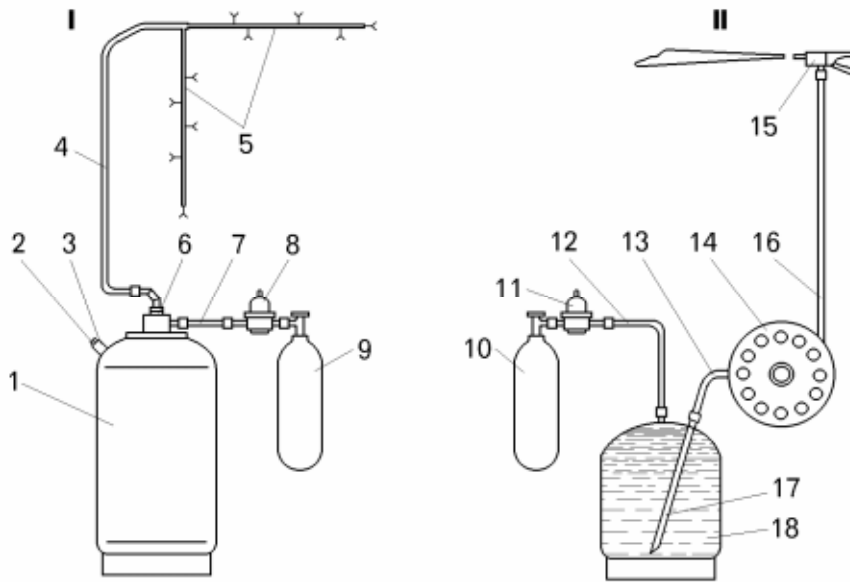
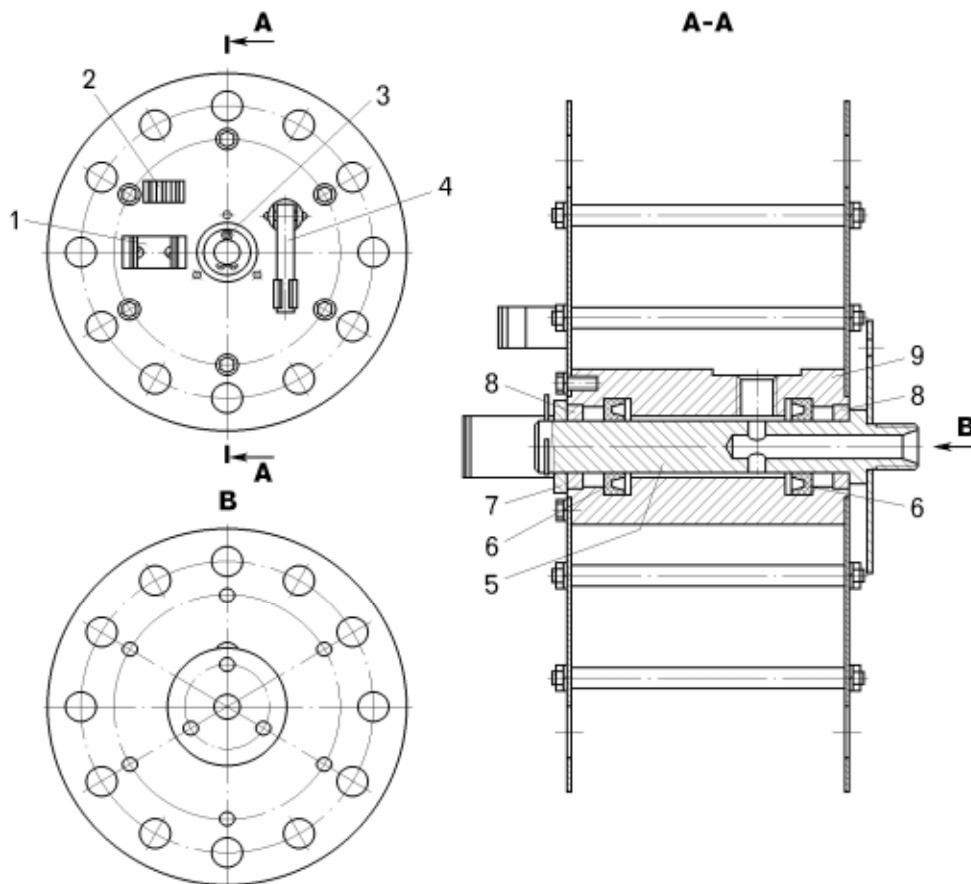

Рисунок 16.1 — Система комбинированного пожаротушения:
Рисунок 16.3 — Барабан растворной линии:
Система пожаротушения состоит из двух независимых линий – порошковой I (рисунок 16.1) и растворной II, которые могут быть включены как одновременно, так и отдельно. Порошковая линия служит для тушения пожара в двигательном отсеке, топливном и масляном баках. Растворная линия служит для тушения пожара в местах, находящихся вне зоны защиты порошковой линии и в местах повторного возгорания.
- отсоединить редукторы 8 или 11 (смотри рисунок 16.1) от баллонов 9 или 10;
- отсоединить редуктор 8 (смотри рисунок 16.1) от баллона 9;
- отсоединить редуктор 11 (смотри рисунок 16.1) от газового баллона 10;
- извлечь шплинт 3 (рисунок 16.3) из отверстия оси барабана 5 и снять шайбу 7;
- снять барабан 14 (смотри рисунок 16.1) вместе с рукавом 16 и запорным устройством 15 с оси 5 (смотри рисунок 16.3);
- отсоединить рукав 16 (смотри рисунок 16.1) от запорного устройства 15;
- смазать ось барабана 5 (смотри рисунок 16.3) смазкой Литол-24 и установить на нее барабан;